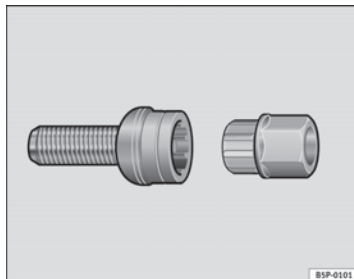

Abb. 130 Diebstahlhemmende Radschrauben
- Setzen Sie den Adapter bis zum Anschlag in der diebstahlhemmenden Radschraube ein ⇒ **Abb. 130**.